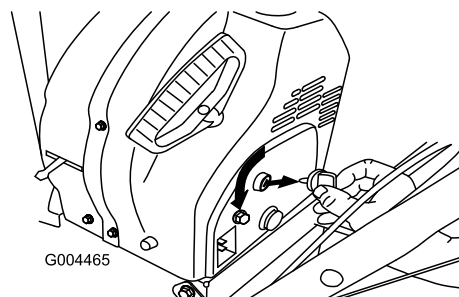

Figure 25
1. Tournez la clé de contact à la position contact coupé (Figure 25).